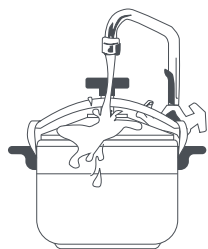

Fig. 12
Com a panela na banca, deixe correr água fria sobre a tampa (1) e incline-a, para que a água fria desça pelos lados da panela, longe dos sistemas de segurança (Fig. 12).